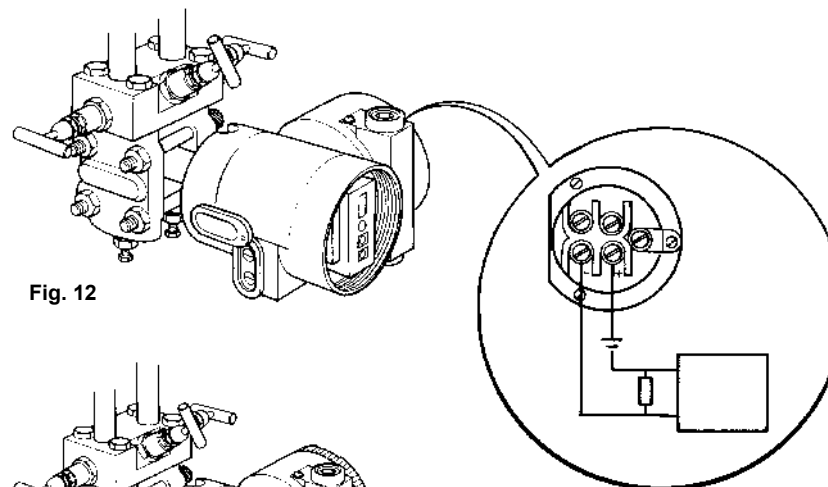

Fig. 12
4. Utilizando um miliamperímetro, verifique se a saída do transmissor marca 4.00mA através dos terminais CK+ e CK- como mostrado na Fig. 12. Posicione a chave na posição 6 e usando as teclas 'up' e 'down', ajuste a saída até esta marcar exatamente 4.00mA. (As